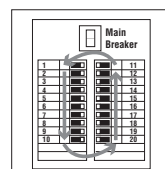

Figure 4
5. Glissez la pointe du récepteur le long du bord externe de chaque rangée de disjoncteurs en utilisant un parcours en champ de courses de la façon illustrée (Figure 4). Notez que le récepteur émettra des bips fréquents alors qu'il mesure la force relative de signal pendant la première passe.